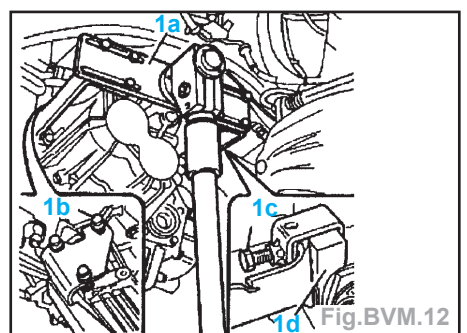

Fig. BVM.12
- Monter l'outil (1a) de soutien du carter d'embrayage (Fig. BVM.12) et le fixer sur un vérin hydraulique.